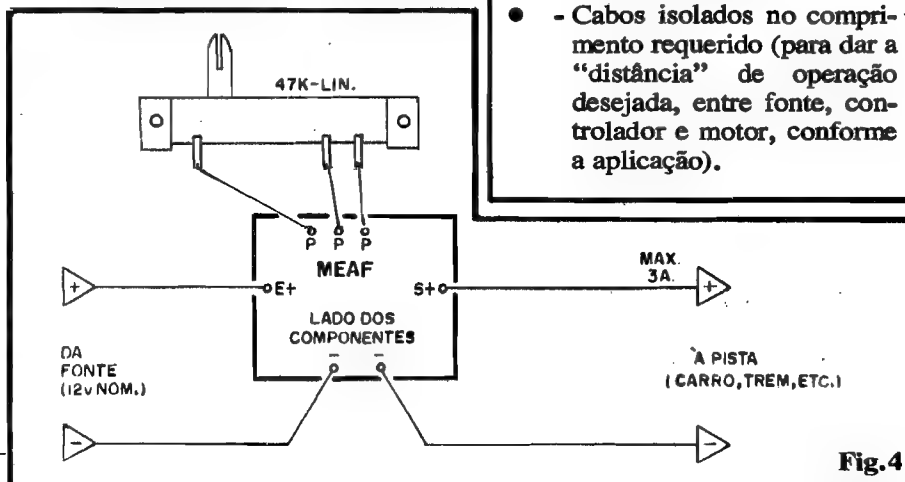
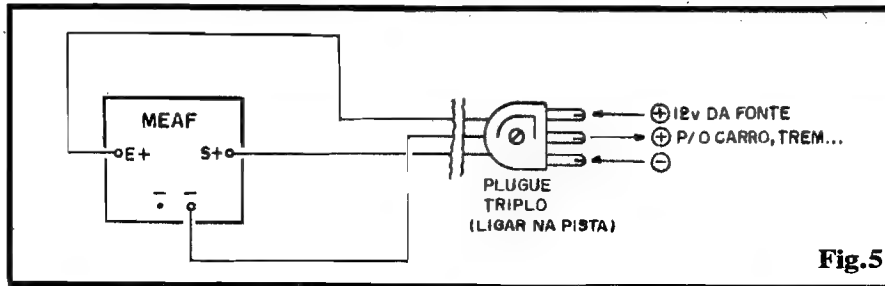
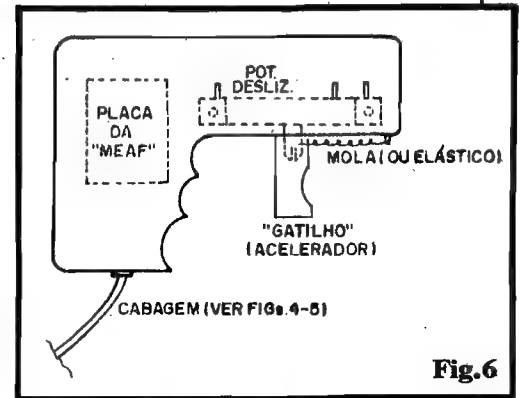

Fig. 4
Fig.5
Fig.6
- **FIG. 4 - CONEXÕES EXTERNAS À PLACA** - Ainda vista pela sua face não cobreada (lado dos componentes), temos agora a placa com as ligações que vão "de lá pra fora"... Incluem-se as conexões de Entrada e Saída de energia ao potenciômetro deslizante (aos pontos P-P-P). Convém que o iniciante sempre compare as
- **FIG. 5 - PLUGAGEM CONVENCIONAL DE PISTAS DE MODELISMO** - Notem (fig. 4) que a placa da MEAF é dotada de dois pontos de ligação para o negativo ou "comum" da alimentação, marcados com "-" e "-"... Essa duplicidade apenas foi incorporada para facilitar as conexões, de forma mais "universal", independentemente da aplicação final desejada... Entretanto, no controle específico de modelos de carrinhos e trenzinhos, as manoplas aceleradoras originais costumam ter sua cabagem dotada de um plugue de três pinos, conforme ilustra a figura... Nesse caso, após uma cuidadosa identificação das funções de cada um dos três pinos, as conexões poderão ser feitas de acordo com o diagrama, simplificando bastante as coisas. Nesse caso, um dos pinos corresponde sempre ao negativo da fonte e da pista controlada, outro "recebe" os 12V (geralmente) positivos da fonte original do sistema, e o último pino "devolve" o positivo, já controlado e dimensionado pelo circuito, à pista, para ativação do motor... Usando um multímetro e/ou um provador de continuidade, o Leitor/Hobbysta atento não encontrará dificuldades em "descobrir"
- - Materiais para a construção completa, externa e "mecânica", da manopla, conforme sugestão da fig. 6 (VER ADIANTE...).
- **FIG. 6 - SUGESTÃO MECÂNICA E DE ACABAMENTO PARA UMA MANOPLA TOTALMENTE ELETRÔNICA** - O habilidoso (todo Hobbysta o é...) Leitor de APE não deverá "ter um ataque" dispondo-se a construir, "do zero", uma manopla totalmente nova e eletrônica, para acomodação do circuito, comandos e plugagens da MEAF, nos moldes sugeridos na figura (é óbvio que algumas diferenças no layout final são plenamente aceitáveis, valendo a figura como mera sugestão...). Um container plástico em forma de "L", com dimensões compatíveis com as da mão do operador, seria o ideal... Do "cabo" da manopla pode sair a cabagem no "fim" da qual fica o plugue de conexão ao sistema (ver fig. 5), de modo que o fio não "atrapalhe" o operador... Dentro do dito "cabo" pode ficar a plaquinha do circuito, fixada por parafuso/porca... Já ao longo da projeção horizontal da manopla, deve ser internamente instalado o potenciômetro da MEAF, de modo que a sua alavanquinha de "deslizamento" do cursor possa projetar-se externamente, através de uma fenda longa, nas convenientes dimensões... A idéia é dispor o conjunto de modo que o cursor do potenciômetro se posicione como um "gatilho" numa pistola hipotética... Nessa configuração, bastará uma pequena mola espiral (ou mesmo um elo de elástico forte...) acoplada ao dito cursor, para promover o necessário "retorno" do gatilho, quando o operador "solta" o controle... Um "knob" de formato especial (para bem acomodar o dedo indicador do operador...) poderá ser facilmente improvisado pelo montador, acoplado (com adesivo forte) à alavanquinha cursora do po-
- - Material para a confecção da "antena" de quadro (ripas e pequeno mastro de madeira, fio de cobre esmaltado nº 24 a 32 - de 100 a 800 metros, dependendo da disposição adotada -, etc.) VER FIG. 5.
- - Material para a confecção do geo-sensor ("estoques" de metal - cobre, latão, etc., cabagem longa para conexão, etc.) VER FIG. 6